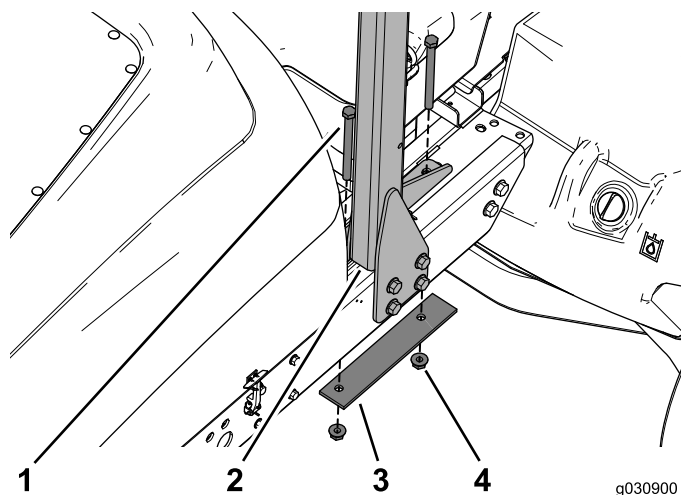

Figura 5
6. Disponete la piastra del cablaggio preassemblato e il vano batteria per permettervi di rimuovere i 2 bulloni, la piastra di rinforzo e i 2 dadi flangiati che fissano il ROPS alla parte superiore del telaio (Figura 5). Metteteli da parte.